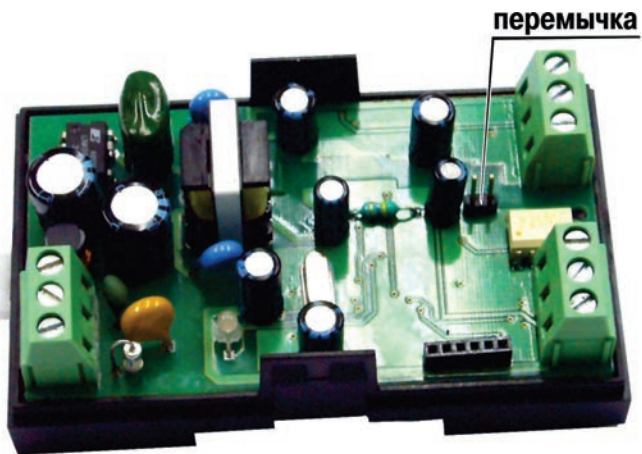

Рисунок 7.7
- установить перемычку (см. рисунок 7.7);